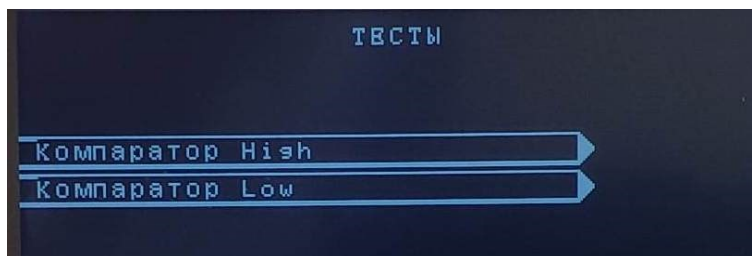

Рисунок 27 – Подраздел «Компараторы»
3.7. «Компараторы» - подраздел предназначен для проверки срабатываний компараторов. При снижении уровня сигнала на выходе, ниже установленного порога срабатывания, засвечивается соответствующий сектор на дисплее (см. рисунок 27).